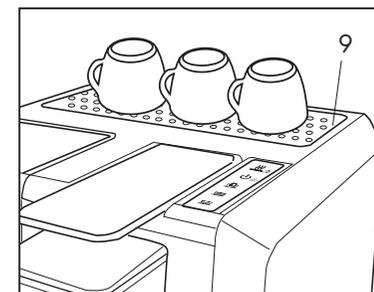

Fig.11
- Per la preparazione di espresso usare tazze spesse e preriscaldare, per evitare che il caffè si raffreddi troppo in fretta. Le tazze si possono riscaldare sull'apposito scaldatazze(9) (Fig. 11)